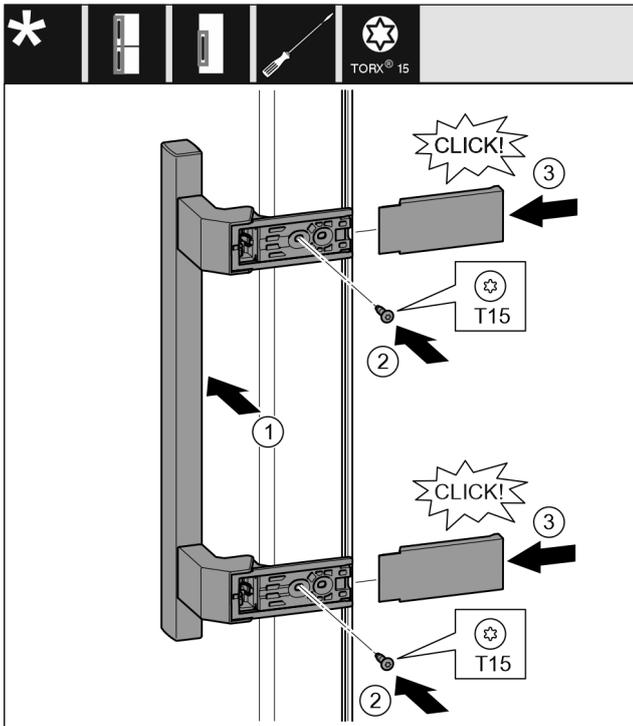

Fig. 21
- ▶ Sett håndtaket på på motsatt side. Fig. 21 (1)
- ▶ Skru fast skruene med skrutrekker T15. Fig. 21 (2)
- ▶ Sett dekslene på på siden, og skyv dem på. Fig. 21 (3)